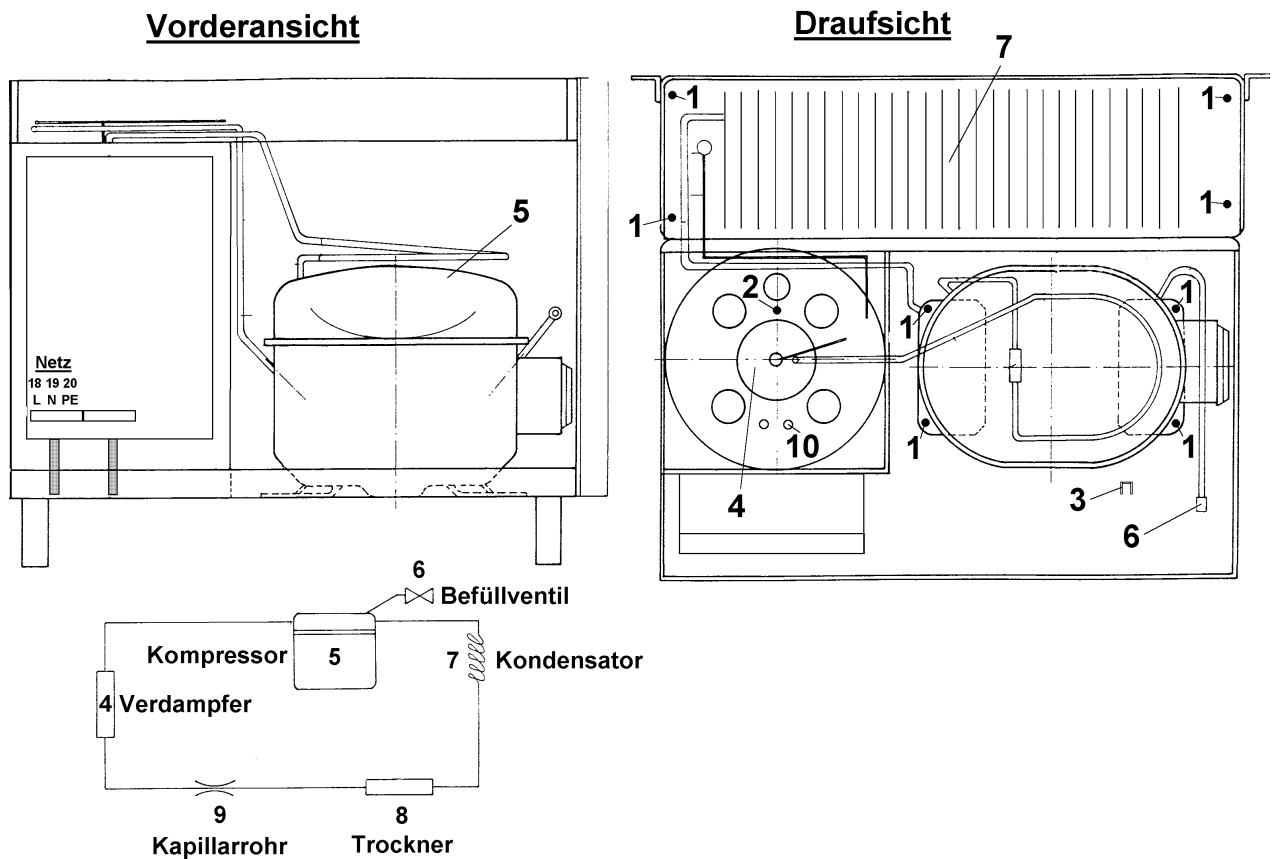

Abbildung 13 EC-Kühlaggregat
- Ausschnitt für digitale Temperaturanzeige in der Frontplatte des Kühlers vornehmen. Hierzu die Einbaumaße gemäß Abbildung 13 beachten;